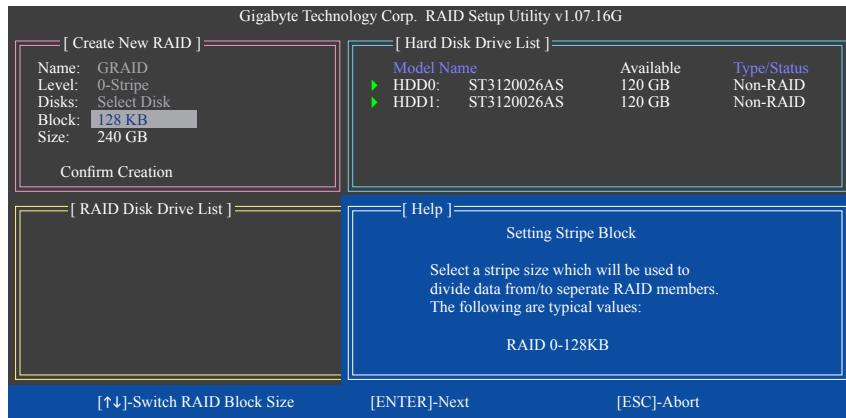

図 6
4. ブロックサイズを選択 (RAID 0 のみ): Block 項目の下で、上または下矢印キーを使用してストライプブロックサイズを 4 KB～128 KB の範囲で選択します (図 6)。<Enter> を押します。